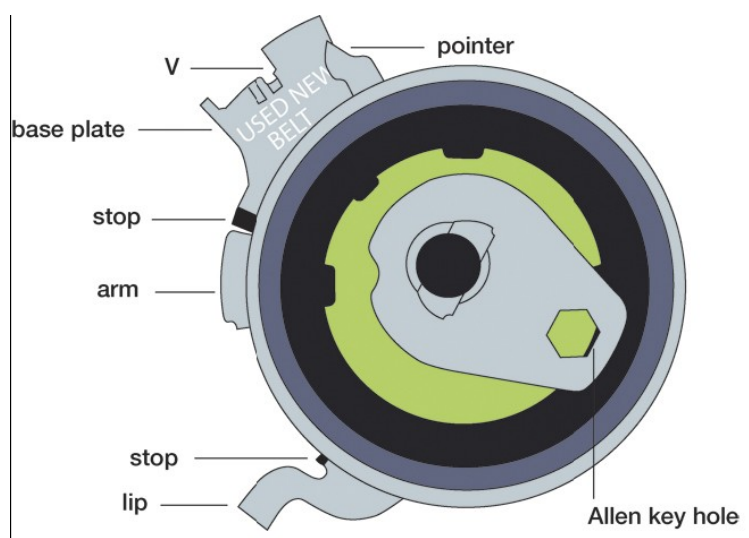

Fig. 2
8. Vrid spännaren (med Allen key) moturs medan centrum bulten hålls på plats tills pointern är i linje med base plate högra sida, pointern får inte passera denna position (fig. 2)